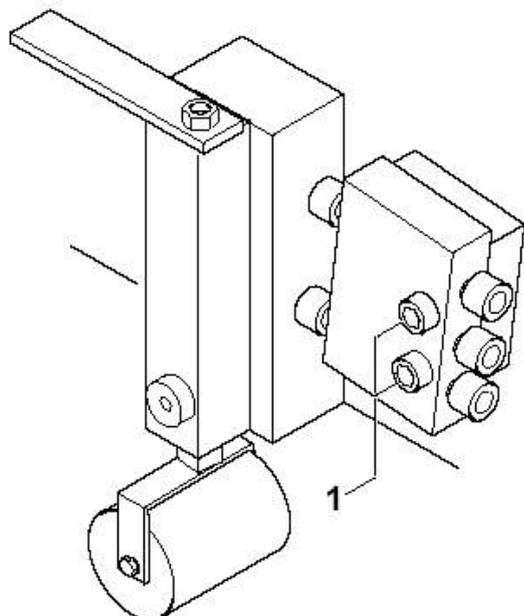

Fig. 55
3. Enlever la valve de son support (Fig. 55/1) et la remplacer.